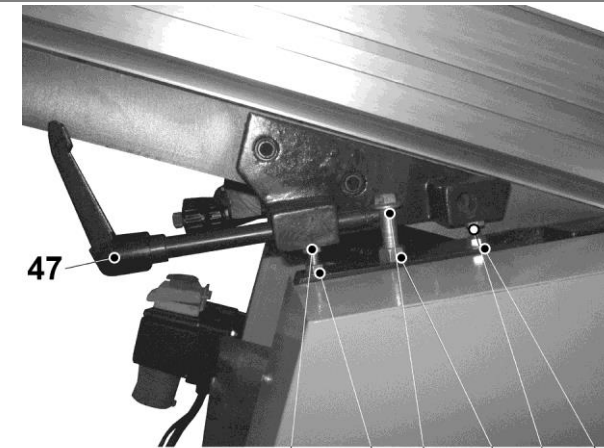
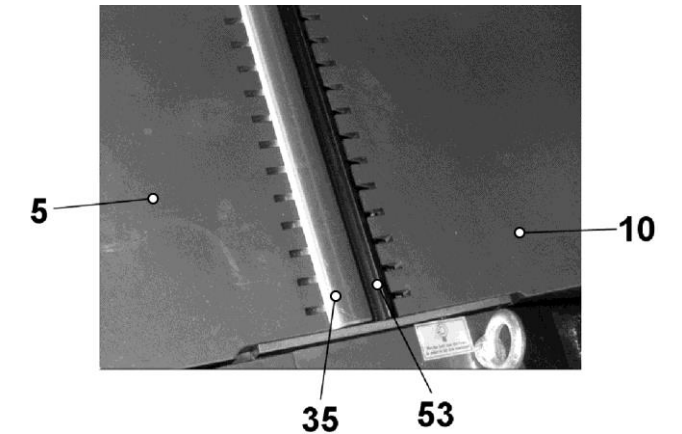

Рис. 14
Рис. 16
12.2.1. Демонтируйте направляющую планку (7), пункт 9.2. 12.2.2. Поворотом ручки фиксатора (47) ослабьте фиксацию приёмного стола (5); потянув ручку фиксатора (47), выведите фиксатор из зацепления с болтом (50), Рис. 14.
10.4. Регулировка приемного стола (5) производится аналогичным способом - выставляется в одной плоскости с высотой ножей строгального вала (53), Рис. 16.
10.5. Установите параллельность стола подачи (10) к ножам строгального вала (53), Рис. 16, регулировочными болтами (48). По завершению регулировки зафиксируйте контргайками (49), Рис. 14. **10.6. Установите параллельность приемного стола (5), Рис. 3, аналогично п.10.5.**
10.7. Усилие фиксации стола подачи (10) отрегулируйте болтом (50), зафиксируйте контргайкой (51), Рис. 14.